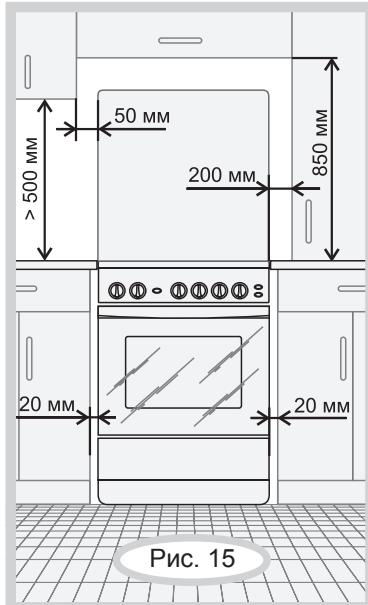

Рис. 15
- **ЗАПРЕЩАЕТСЯ** РАСПАКОВАННУЮ ПЛИТУ ПЕРЕНОСИТЬ ЗА РУЧКУ ДВЕРЦЫ. ПЛИТА УСТАНАВЛИВАЕТСЯ НА ПОЛ. УСТАНОВКА ПЛИТЫ НА ПОДСТАВКУ НЕ ДОПУСКАЕТСЯ. Минимальные расстояния, которые необходимо выдержать при установке плиты, показаны на рис.15.